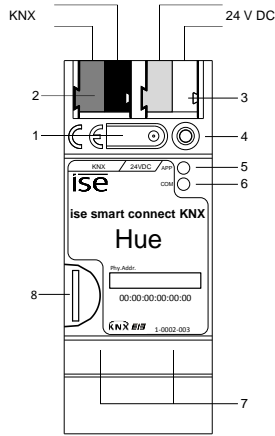
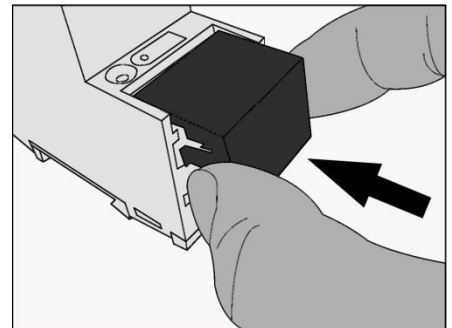

Abbildung 1
Abbildung 2
- Das Gerät auf Hutschiene nach DIN EN 60715 aufsnappen. Einbaulage siehe Abbildung 1.
- Externe Spannungsversorgung an Anschlussklemme (3) anschließen. Empfehlung: Weiß-gelbe Anschlussklemme verwenden.
- KNX-Linie mit rot-schwarzer Busklemme (2) anschließen.
- Netzwerkanschluss mit RJ45-Stecker RJ-Buchse (7) anschließen.
**Abdeckkappe aufstecken, Abbildung 2**